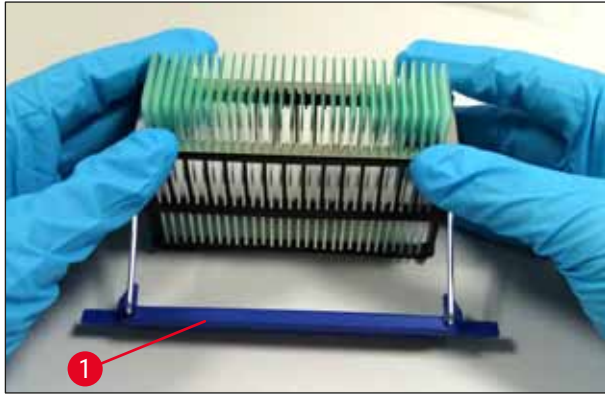

Fig. 35
3. Colocar con precaución el clip sobre los portaobjetos y prestar atención a que en cada ranura del estribo quede colocado un único portaobjetos (→ Fig. 35).
5. Utilizando ambas manos al mismo tiempo, presionar con precaución el clip hacia abajo hasta que quede encajado en la posición correcta (→ Fig. 35).